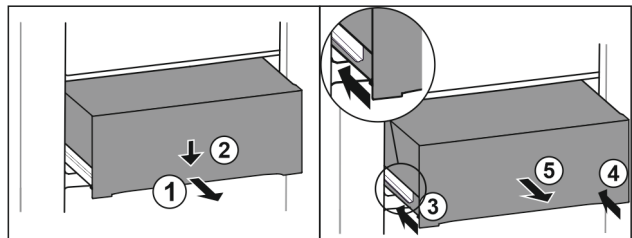

Fig. 104
- Tirer le tiroir jusqu'à mi-chemin. Fig. 104 (1)
- Appuyer sur l'avant du tiroir vers le bas. Fig. 104 (2)
- Insérer le rail gauche d'env. 2 cm. Fig. 104 (3)
- Insérer le rail droit d'env. 2 cm. Fig. 104 (4)
- Retirer le tiroir par l'avant. Fig. 104 (5)